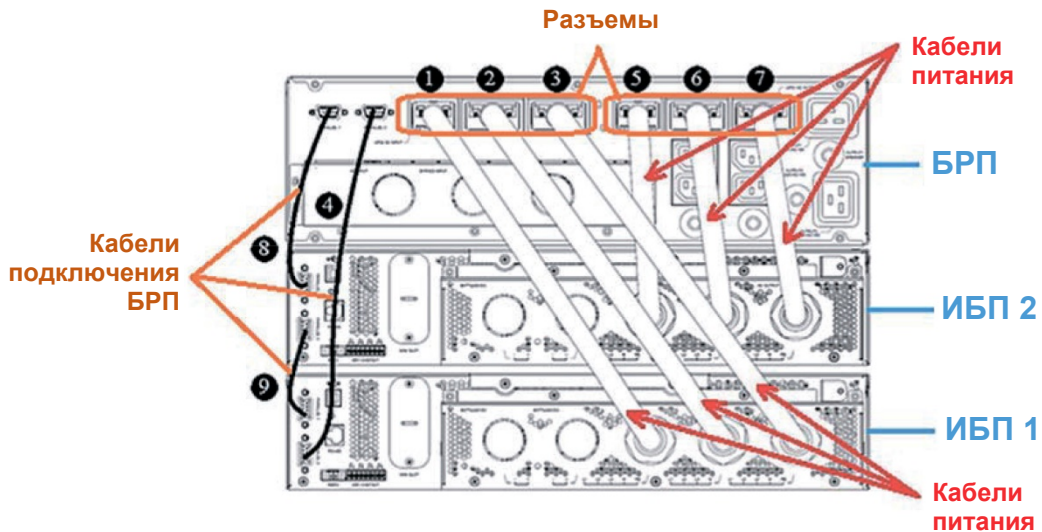

Рисунок 7-19. Подключение ИБП к БРП
Подключите три кабеля питания ИБП 1 к разъемам (1), (2) и разъему БРП (3); затем подключите три кабеля питания ИБП 2 к разъемам (5), (6) и разъему БРП (7). См. **Рисунок 7-19**.
Рекомендуется использовать последовательный способ*1 параллельного подключения кабелей БРП. См. **Рисунок 7-19**.